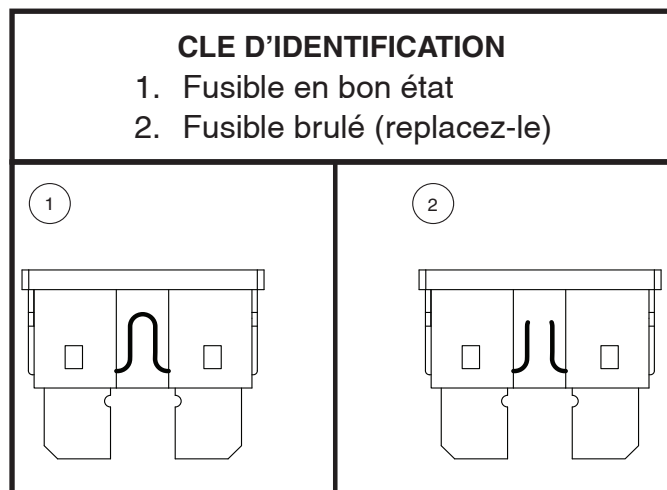

Figure 17. Le remplacement des fusibles
2. Examinez-le pour vérifier s'il est brûlé. **Voir la figure 17.**